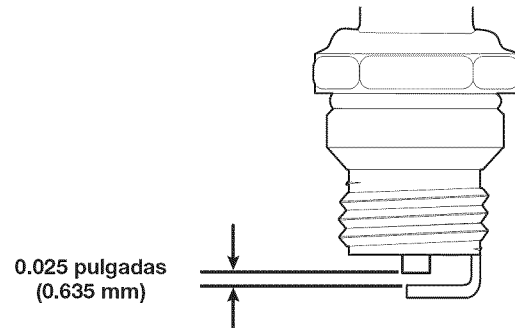

Fig. 16
4. Use un calibrador de hoja para ajustar abertura de la bujía a **0.025 pulgadas (0.635 mm)** (Fig. 16).